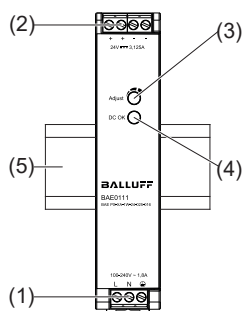
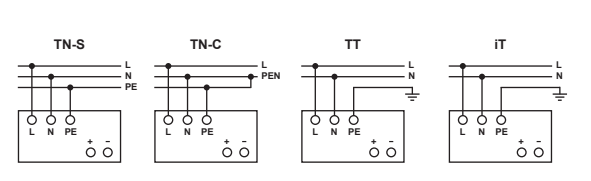

Figure 1
Figure 5
2. Gerätebeschreibung (Abb. 1)
5.1. Anschluss der Eingangsklemmen (Abb. 1, Abb. 5)
5.2. Anschluss der Ausgangsklemmen (Abb. 1 (2))
Verwenden Sie die Schraubklemmen „+“ und „-“, um den 24Vdc-Anschluss herzustellen. Am Ausgang stehen 24Vdc zur Verfügung. Die Ausgangsspannung kann am Potentiometer zwischen 21,6 und 26Vdc eingestellt werden. Die grüne LED „DC OK“ zeigt die korrekte Funktion des Ausgangs an (Abb. 1 (5)). Das Gerät verfügt über einen Kurzschluss-, Überlast- und Überspannungsschutz, der auf 26,4-33,6Vdc begrenzt ist.
5.1. Input connection (Fig. 1, Fig. 5)